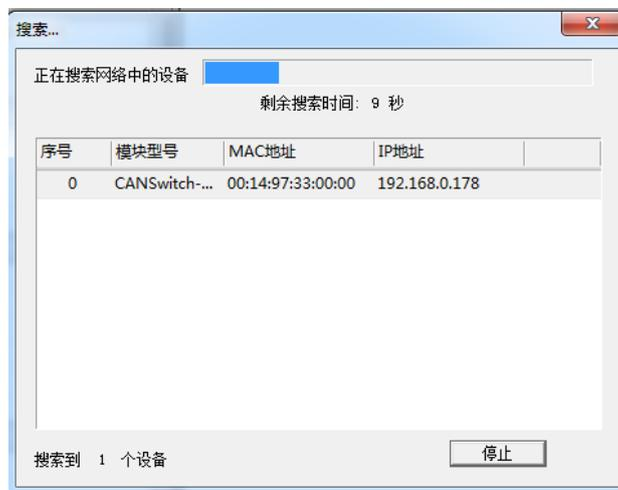

图 4.3 ZNetCom 软件搜索设备
5. 单击  搜索设备 出现如图 4.3 所示界面，可以获知设备 IP 地址。